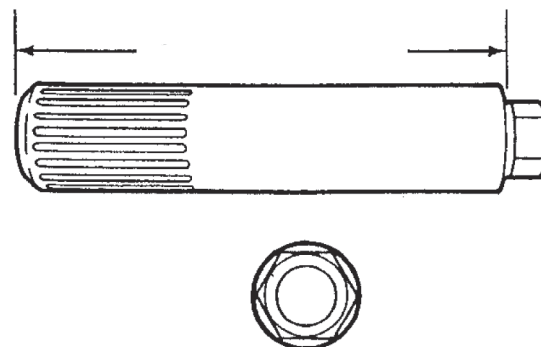

Figura 84
- D- Coloque un torquímetro en el extremo de este dispositivo y verifique la resistencia a la rotación del conjunto satélite/planetario. El valor deberá ser inferior al especificado (figura 84).